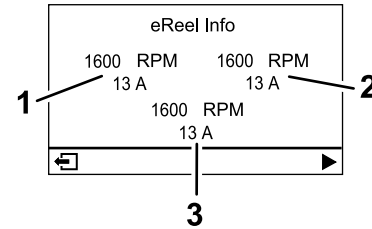

Figura 21
- **Pantalla de motores eReel (Figura 21):** muestra la velocidad y la corriente de cada motor de las unidades de corte.